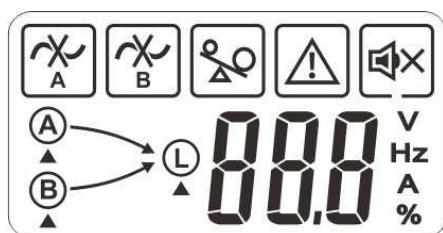
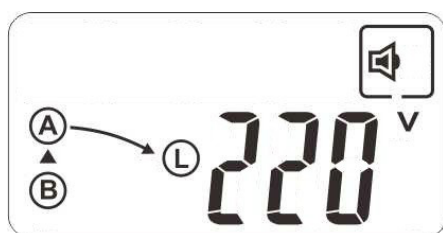
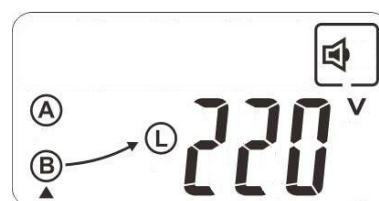

Fig. 7. Écran initial affiché au début de la mise en marche de l'équipement.
Fig. 8. Écran affiché à la fin de la mise en marche.
Fig. 10. Écran de transfert sur l'entrée B.
- Pendant un bref laps de temps, l'écran LCD du panneau de commande s'affichera comme il est illustré à la Fig. 7, avec les trois LED **(f)**, **(g)** et **(h)** allumées ; une fois ce laps de temps écoulé, il s'affichera comme il est indiqué à la Fig. 8, avec les LED **(f)** d'« ENTRÉE A » et **(g)** d'« ENTRÉE B » allumées.
normales (c.-à-d., comprises dans les seuils préétablis), l'écran l'affichera tel qu'il est illustré à la Fig. 10.
- **i** La Fig. 8 et la Fig. 10 illustrent, à titre d'exemple, les valeurs de tension (200 V dans l'illustration).
- L'écran LCD peut, dans certains cas, afficher les icônes, illustrées à la Fig. 7 et dont la fonction est indiquée au Tab. 5.